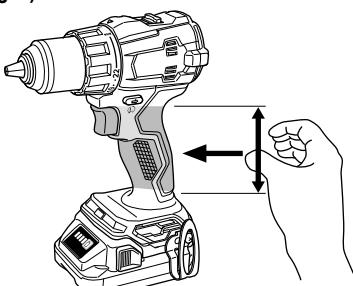

Fig. 1
- 4. S'assurer de bien tenir l'outil pendant le fonctionnement. Le non-respect de cette consigne peut entraîner des accidents ou des blessures. (Fig. 1)**